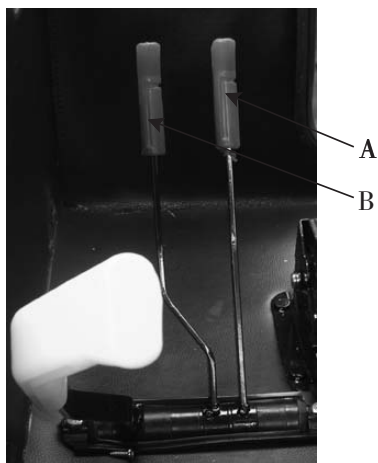

图 4-34 多路阀操作手柄
根据需要拖拉机可由 1 片、2 片或 3 片滑阀式液压输出阀,分别通过①、②操纵手柄来控制农具上的单作用和双作用油缸。还可实现浮动位置的液压输出和拖车制动控制(见图 4-34)。